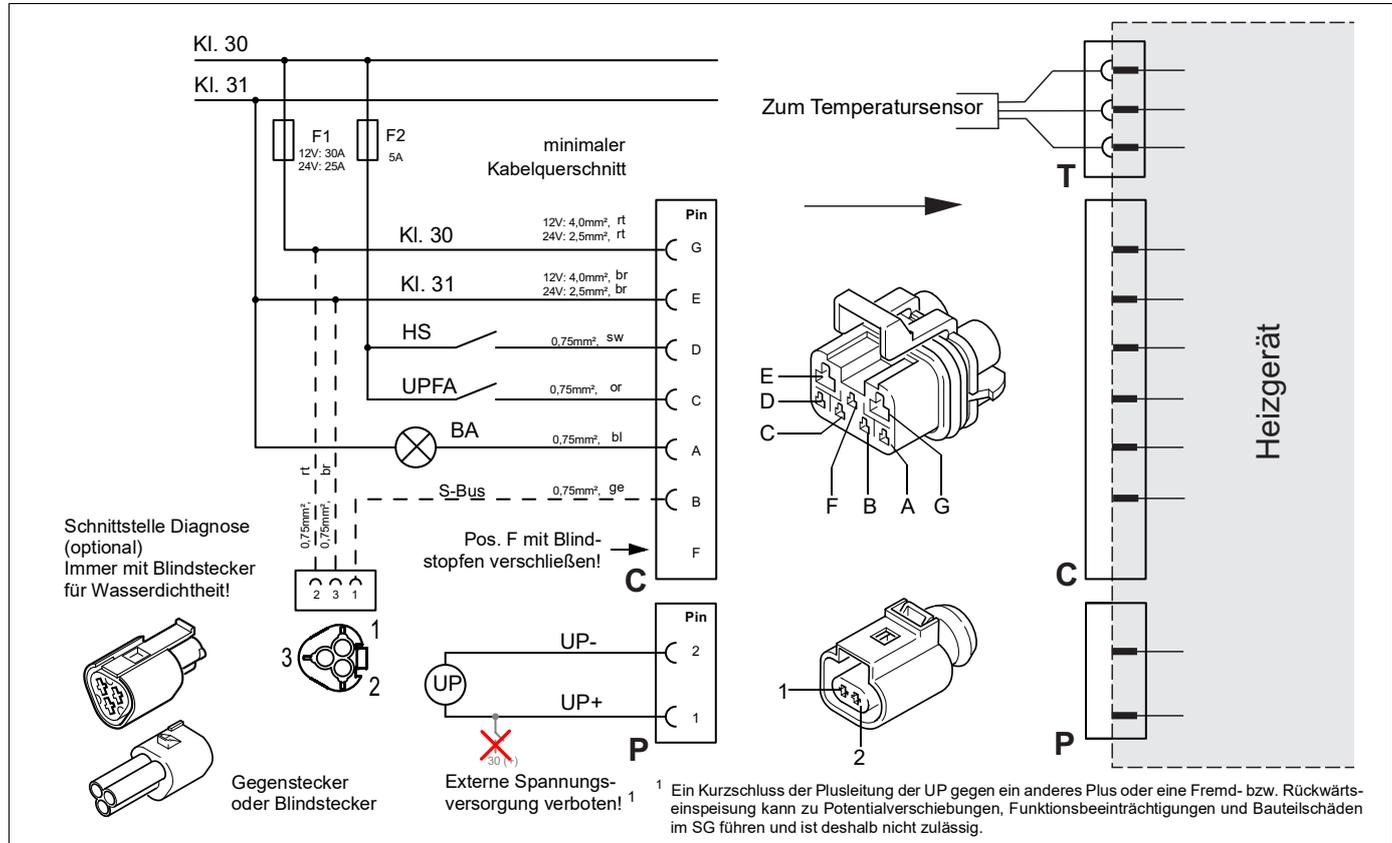

Bild 9: Anschlussplan für das Heizgerät Thermo E+ mit Schalter, Legende siehe Seite 19
Der elektrische Anschluss des Heizgerätes ist gemäß Anschlussplan in Bild 9 auszuführen. Die Schnittstellen befinden sich außenliegend am Steuergerät.
- Anschluss Umwälzpumpe (siehe Bild 9)
Bei Fahrzeug-Leitungslängen bis 7,5 m sind mindestens die vorgegebenen Leitungsquerschnitte in Bild 9 zu verwenden. Bei Fahrzeug-Leitungslängen von 7,5 m bis 15 m, sind die Leitungsquerschnitte im Fahrzeug größer anzulegen. Dabei sind mindestens die in der Tabelle angegebenen Leitungsquerschnitte zu verwenden. Hierbei ist zu berücksichtigen, dass der Leitungsquerschnitt am Heizgerät max. 1 mm² betragen darf. Bei großen Leitungslängen muss vor dem Heizgerät eine Querschnittsreduzierung vorgenommen werden. Die allgemein gültigen elektrotechnischen Regeln gelten übergeordnet.
Für den Anschluss der Diagnose kann ein zusätzlicher Adapter-Kabelbaum (11123550_) erworben werden. Alternativ kann kundenseitig ein Anschluss wie in Bild 9 dargestellt realisiert werden.
10.6. Anschlussplan (siehe Abb. 9)
Zum Anschluss der Diagnose Thermo Test (DTT) oder Blindstecker (siehe Abb. 9):